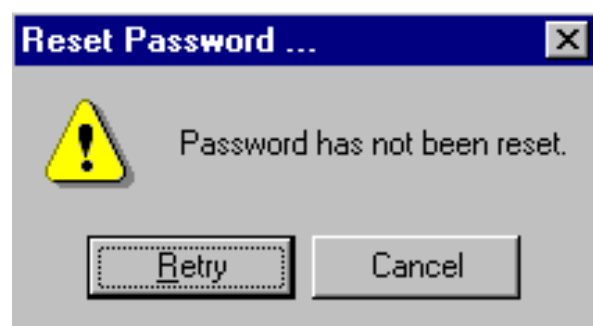

Fig. 13.43
- Si la remise à zéro du mot de passe n'a pas réussi, le système affichera la boîte de dialogue de mise en garde représentée à la Fig. 13.43. Résoudre le problème et recommencer le changement de mot de passe ou appuyer sur Cancel.